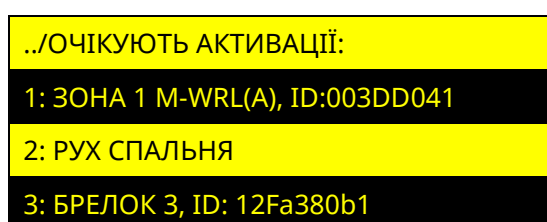

Рисунок 4.22 – Вікно відображення елементів, які очікують активації
В пункті «ПРИПИСАНО» розділу «БЕЗДРОТОВІ КОМПОНЕНТИ», відображається список приписаних зон модуля M-WRL(A) з бездротові сповіщувачі а також брелки, до яких приписані SpaceControl (рисунок 4.22).